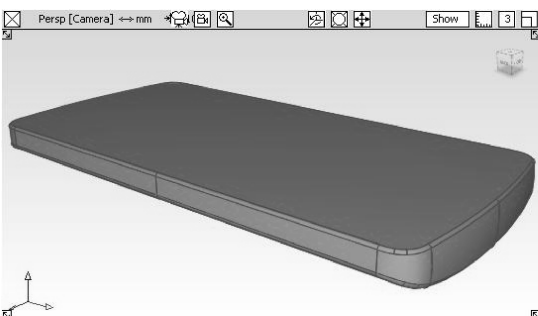

图 8-21 创建倒角曲面
- 24 选择【Surface fillet】工具，在透视窗中首先选择刚刚创建的平面，单击透视窗下方的【Accept】按钮，然后用选取框圈选所有侧面，单击透视窗下方再次出现的【Accept】按钮。双击【Surface fillet】工具图标，打开其对话框，调整倒角的半径大小，单击透视窗中右下方的【Build】按钮，创建倒角曲面，如图8-21所示。